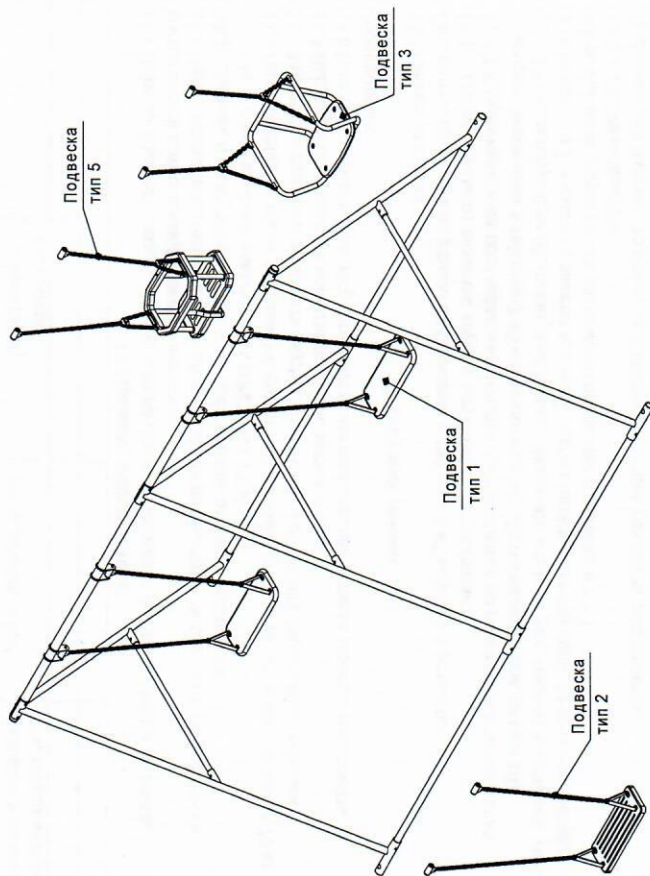

Рисунок 1 - Общий вид изделия (с примерами различных типов подвесов)
- 4.1 Изделие поставляется в сборе (см. рисунок 1).